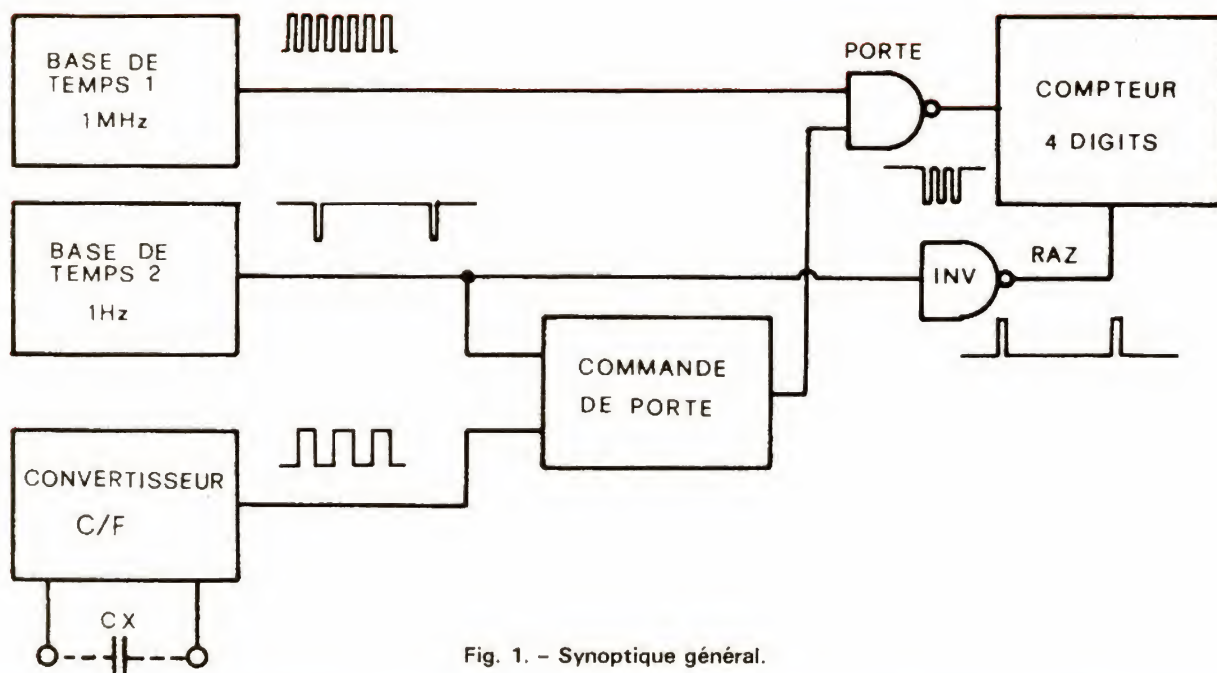

Fig. 1. - Synoptique général.
La figure 1 vous montre le principe général de fonctionnement du CX 1. Le convertisseur capacité/fréquence, sur lequel nous reviendrons plus loin, est un oscillateur qui présente la particularité de générer un signal dont la durée de la période est directement proportionnelle à la valeur de la capacité branchée aux bornes d'entrée (CX). Nous avons choisi pour la gamme 1, une conversion 1 pF par microseconde, le branchement aux bornes « CX » d'une capacité de 120 pF engendrera donc l'apparition à la sortie d'un signal d'une fréquence de 8 333 Hz dont la période sera de 120 μ s. Une première base de temps (1) génère un signal rectangulaire d'une fréquence de 1 MHz dont la période est évidemment de 1 μ s. Une